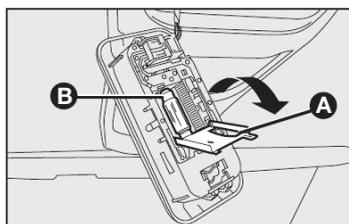

fig. 40
- 2) Abrir a tampa **A-fig. 40** no sentido indicado pela seta;
- 3) Substituir a lâmpada cilíndrica **B-fig. 40**;